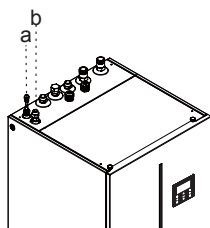

рис.5-2
- Если внутренний блок подключается к наружному блоку 4 или 6 кВт, необходимо использовать переходник 9,52-6,35 (см. таблицу на стр. 8) на подключение стороны жидкого хладагента внутреннего блока (см. рис. 5-2); переходник не используется с другими типами наружных блоков (8/10/12/14/16кВт)